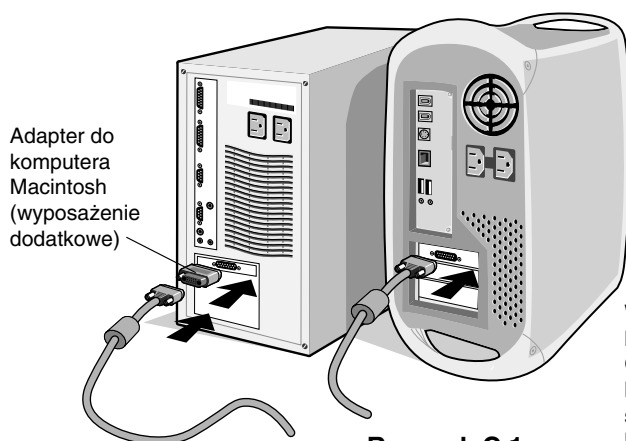

Rysunek A.1
2. Usuń pokrywę złącza i pokrywę przewodu. Włóż kabel audio do gniazda "AUDIO INPUT" w tylnej części monitora, a jego drugi koniec do zacisku "Audio out" komputera. Umieść kabel audio w zacisku B (**Rysunek A.1**).